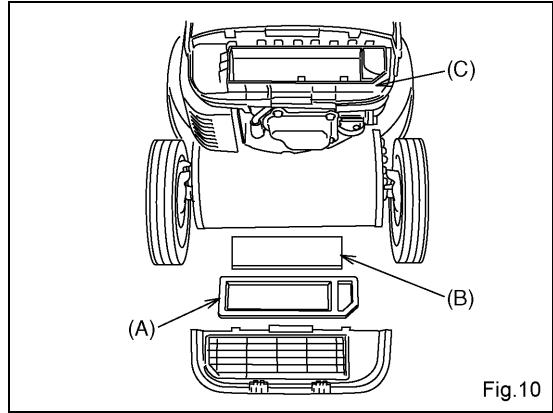

Fig.10
(2) エアクリーナボディ (C) から濾紙エレメント (A)、スポンジエレメント (B) を取り外して下さい。(Fig.10)